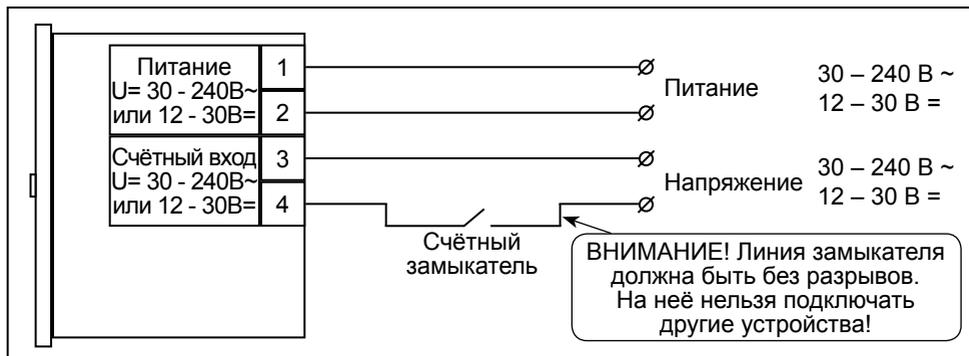

Рисунок 8. Счётчик МИС, исп. 50x25. Схема подключения питания и счётного входа
7.2 Подключите кабель от источника счётных импульсов к счётному входу на винтовые контактные колодки (таблица 1 и рисунок 8). Полярность постоянного напряжения счётных импульсов значения не имеет.
7.3 Подключите кабель питания на винтовые контактные колодки (таблица 1 и рисунок 8). Если счётчик запитывается постоянным напряжением, допускается использовать оранжевую пару кабеля UTP5. Полярность постоянного напряжения питания значения не имеет.